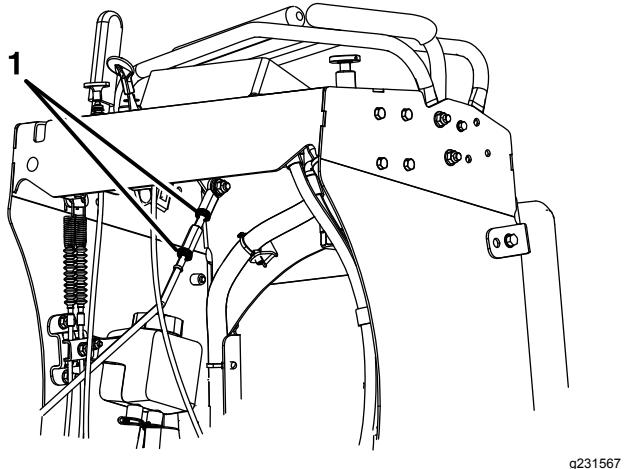

Figure 44
- Laissez les leviers de commande revenir au point mort et desserrez les deux écrous de blocage sur la tringlerie de réglage hexagonale (Figure 44).
- Resserrez les écrous de blocage (Figure 44).